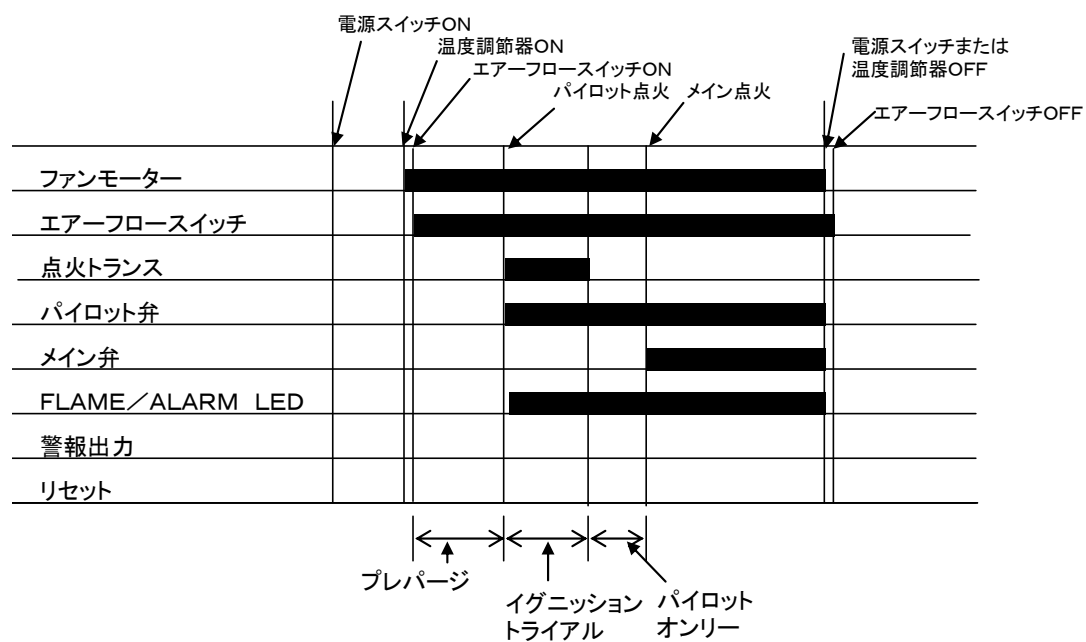

図14
1. 正常動作 (図14参照)
正常動作（図14）の点火トランス動作停止、メイン弁”開”となつてから、正常燃焼中に異常消炎した場合、フレームレスポンス時間終了後、モーターは回転を停止し、パイロット弁とメイン弁は”閉”になり、ロックアウトします。同時にFLAME／ALARM表示LEDが点滅し、警報を発します。また、表示LEDの点滅と警報はリセットするまで続きます。再起動するには、リセットボタンを押します。